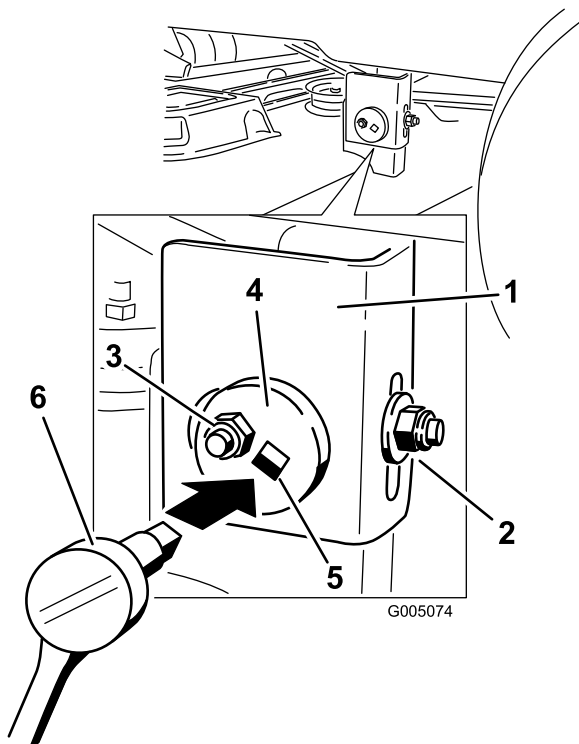

Figure 42
7. Du côté gauche de la machine, desserrez sans le retirer, l'écrou de blocage arrière sur le support (Figure 42).
8. Desserrez l'écrou de blocage latéral sur le support jusqu'à ce qu'il soit possible d'ajuster la plaque centrée (Figure 42). Utilisez une clé à douille munie d'une rallonge de 3/8 pouce (9,5 mm) pour manipuler la plaque excentrique. Utilisez la clé pour repositionner le plateau de coupe à la hauteur voulue.
9. Arrêtez le plateau de coupe et vérifiez sa hauteur, puis serrez l'écrou de blocage latéral sur le support pour fixer cette nouvelle position (Figure 42). Resserrez l'écrou de blocage arrière sur le support.